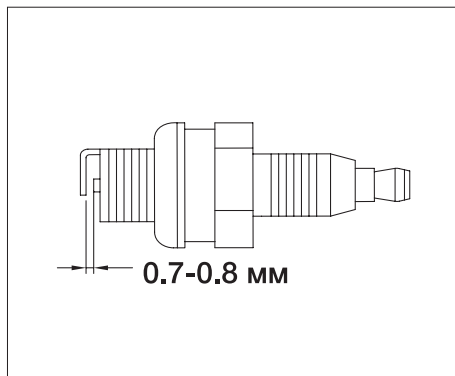

РИС.7
6. Проверьте величину зазора между заземляющим и центральным электродами, используя специальный щуп. При необходимости установите зазор 0,7-0,8 мм (рис. 7).